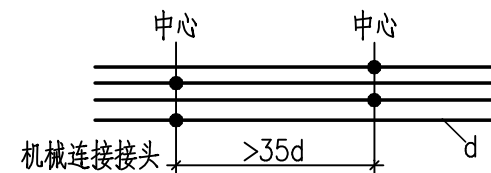

图3a. 机械连接接头面积百分率50%
- 纵向受力钢筋机械连接接头宜相互错开.钢筋机械连接接头连接区段内的长度为35d(d 为纵向受力钢筋的较大直径),凡接头中点位于该连接区段长度内的机械连接接头均属于同一连接区段,当受力较大处设置机械连接接头时:位于同一连接区段内的受拉钢筋接头面积百分率: $\leq 50\%$ (见图3a), 纵向受压钢筋的接头面积百分率: 可不受限制